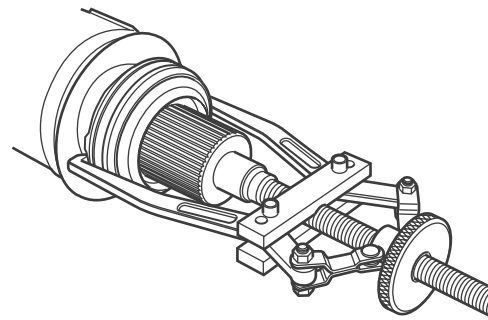

Figura 9.11
3. Use un extractor para retirar el conjunto de rodamiento del eje de acoplamiento. Siga las instrucciones del fabricante del extractor. Descarte el rodamiento central. Figura 9.11.